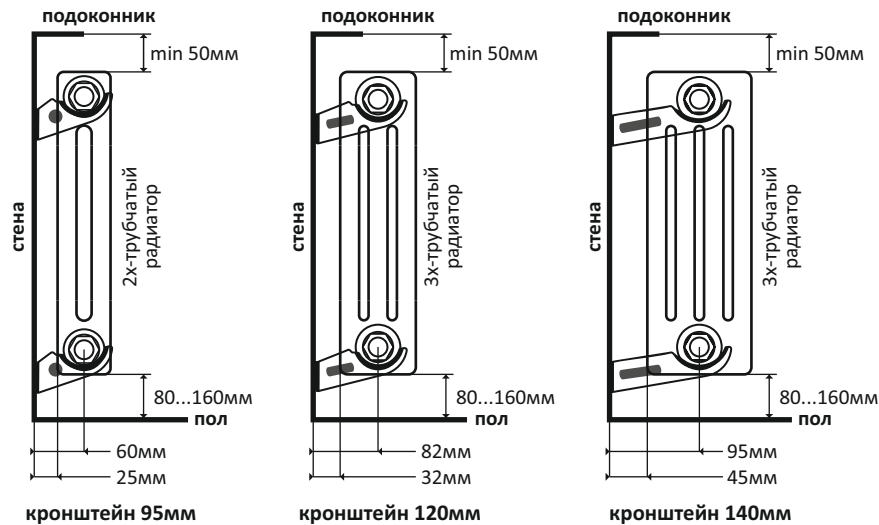

Рисунок 3 - Основные расстояния при монтаже
4.3. При установке радиатора рекомендуется выдерживать следующие расстояния (см. рисунок 3):